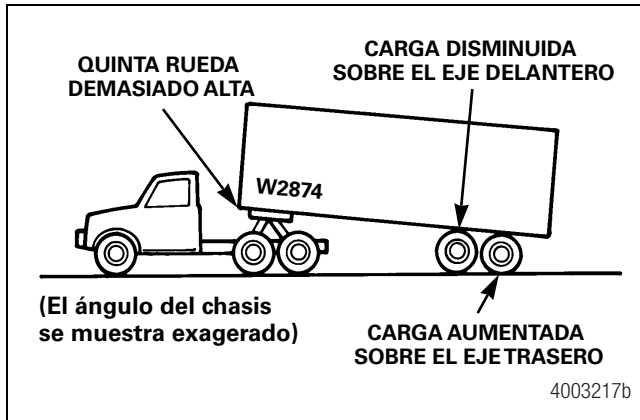

Figura 6.14
- En la suspensión que aparece en la Figura 6.14, la quinta rueda es demasiado alta y, por consiguiente, hay una sobrecarga del eje trasero. Si la quinta rueda hubiese estado demasiado baja, la sobrecarga sería en el eje delantero.